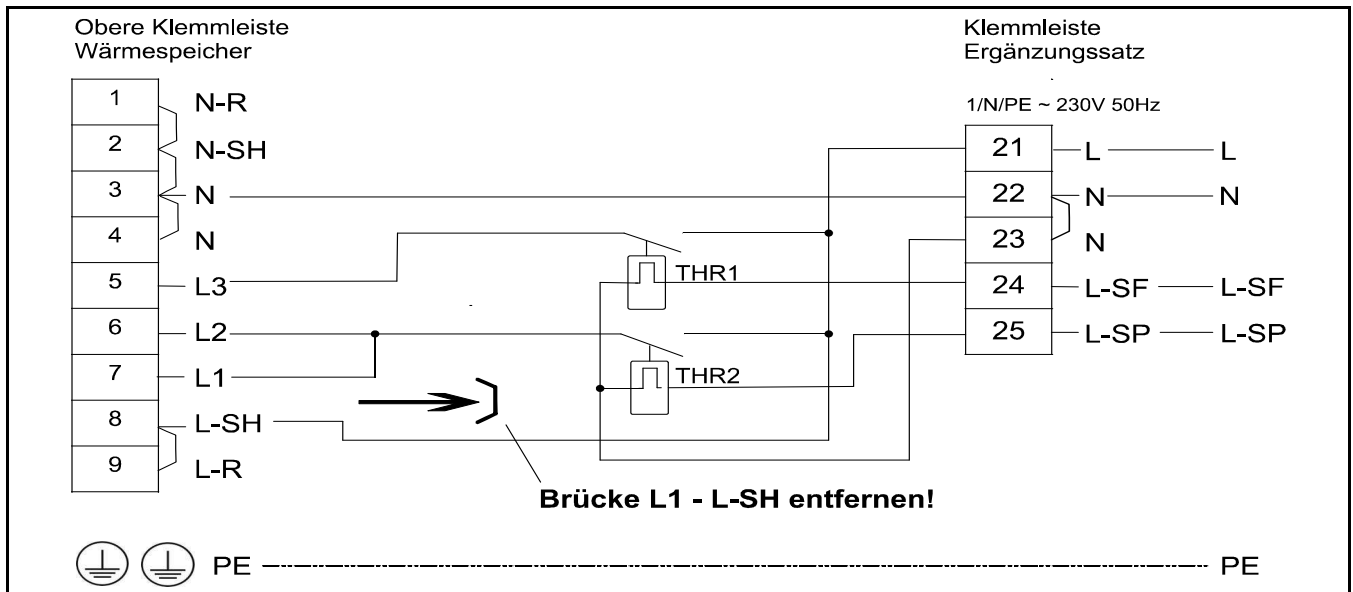

Abb. 3: Schaltbild
4. Die losen Anschlussleitungen des Ergänzungssatzes an der oberen Klemmleiste des Wärmespeichers anschließen (Schaltbild Abb.3). Die Anschlussleitungen sind entsprechend bedruckt.